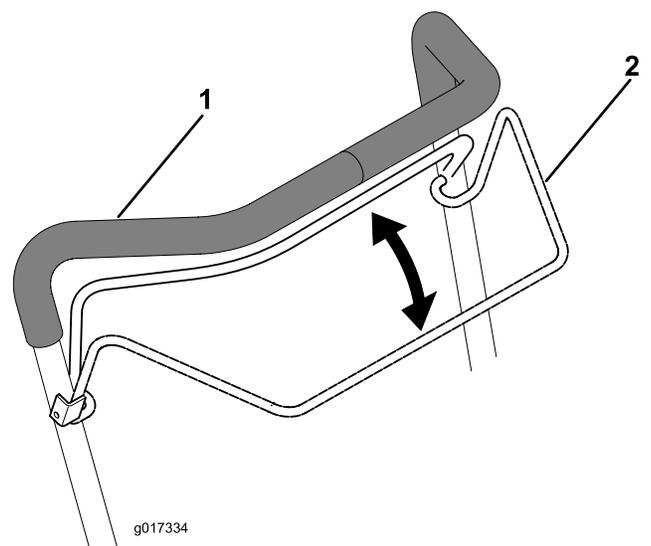

Figura 13
3. Mantenha o controlo da presença do operador encostada ao manípulo (Figura 13).